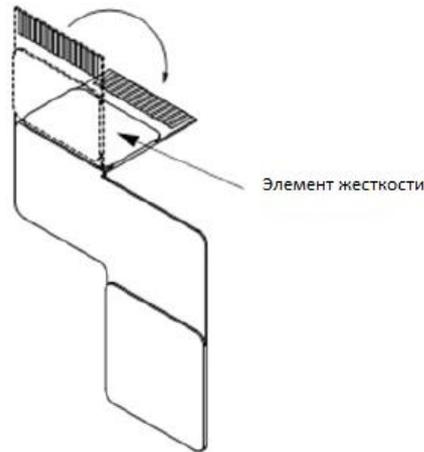

Рисунок 8 Положение шлейфа
1. Сложить шлейф таким образом, чтобы линия сгиба проходила по краю элемента жесткости (см. Рисунок 8):